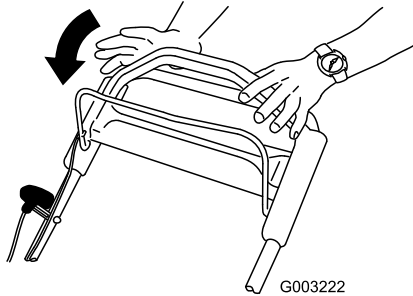

Figure 20
1. Relâchez la barre de commande de la lame (Figure 20).